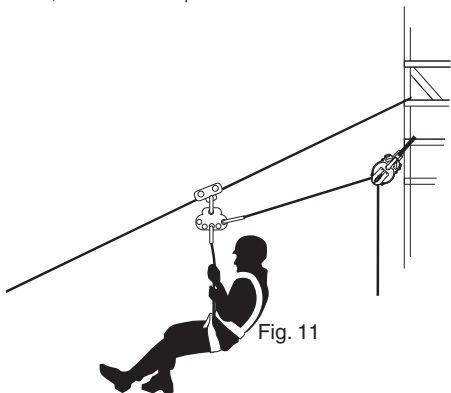

Fig. 11
7.3 Evacuation volontaire en plan incliné (fig.11)